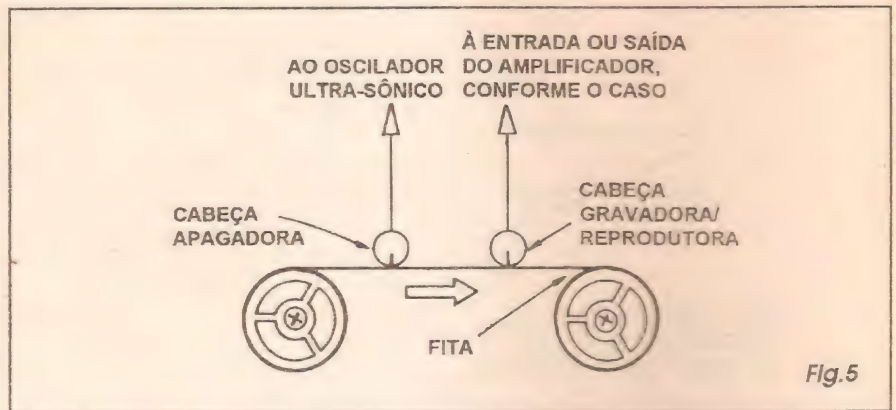

Fig.5
- FIG. 5 - UM BICHO DE DUAS CABEÇAS... - Para maior facilidade e descomplicação dos circuitos e da própria parte mecânica dos gravadores/reprodutores magnéticos, tais dispositivos utilizam normalmente *duas* cabeças (dois transdutores de *segunda instância*, já que nenhum deles lida, diretamente, com o próprio SOM, mas sim com seus *equivalentes magnéticos*...). Uma delas é chamada de *cabeça apagadora*, e aplica o mencionado sinal ultra-sônico destinado a normalizar magneticamente a fita, *antes* desta passar, no seu movimento uniforme, rente à *outra* cabeça... A tal *outra* cabeça, através de um sistema simples de chaveamento (que pode ser controlado pelas próprias teclas ou comandos eletro-mecânicos do gravador/reprodutor...) executa as funções de *gravação* e de *reprodução*, respectivamente ou *embutindo* na fita o padrão magnético correspondente aos sinais elétricos traduzidos do SOM, ou *recuperando* da mesma fita tais sinais, através da indução magneto-elétrica...!